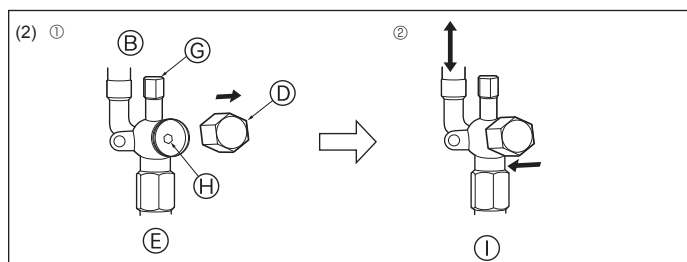

Fig. 4-13
- Flüssigkeitsseite (Fig. 4-13)